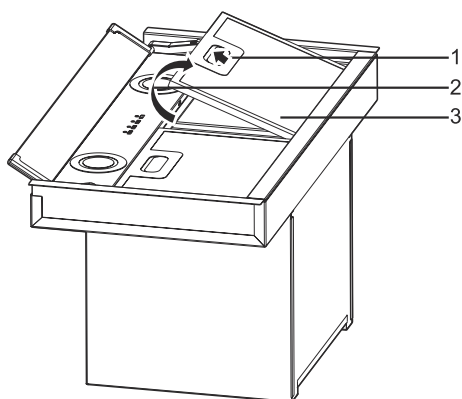

Fig. 10
1. Retire el paquete del aparato y coloque los filtros de aluminio hacia arriba. (Fig. 10).
Presione el pestillo del filtro de aluminio (Fig. 10/1) y tire hacia arriba (Fig. 10/2) para retirarlo.